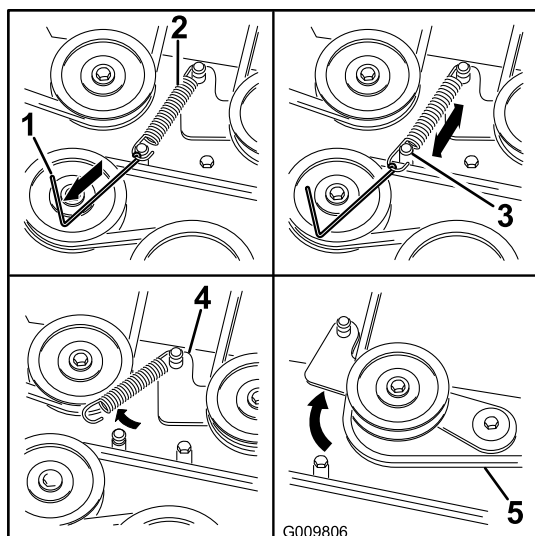

Figura 61
7. Utilizando um removedor de molas (peça Toro n.º 92-5771), retire a mola intermédia do poste da plataforma para eliminar tensão da polia intermédia (Figura 61).
10. Instale a nova correia em torno das polias do cortador e da polia da embraiagem sob o motor (Figura 61).
11. Utilize um removedor de molas (peça Toro n.º 92-5771), instale a mola intermédia por cima do poste da plataforma para colocar tensão na polia intermédia e na correia do cortador (Figura 61).